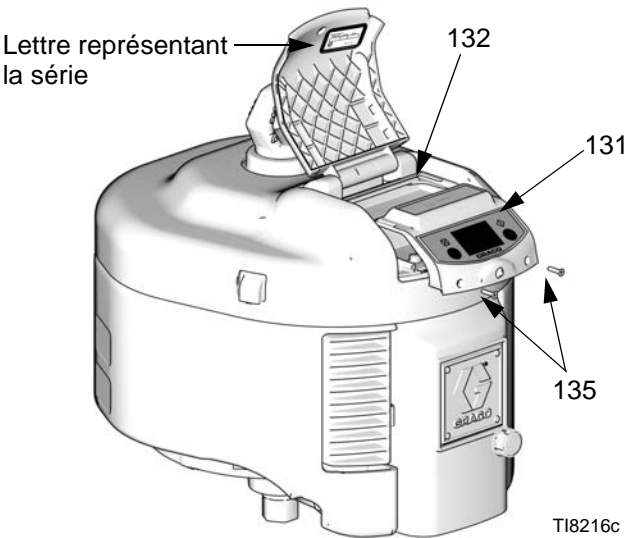

FIG. 4. Dépose du module DataTrak
1. Retirez les deux vis (135). Glissez doucement le module DataTrak (131) hors du boîtier (132). Consultez la FIG. 4.
*La FIG. 4 indique où trouver la lettre représentant la série.